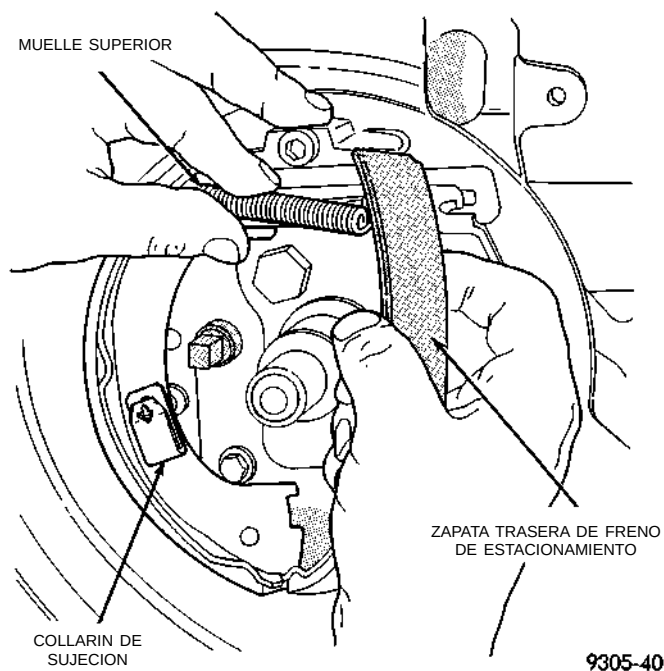

Fig. 161 Zapata de freno y muelle superior
- (10) Tire el conjunto de la zapata trasera de freno, alejándolo del anclaje. Luego retire la zapata trasera de freno y el muelle superior (Fig. 161).
- (2) Instale la zapata trasera de freno y la zapata superior de freno en el muelle de retroceso de la zapata (Fig. 161).
- (3) Tire de la zapata trasera de freno sobre el bloque del anclaje hasta que esté correctamente situada en el adaptador.